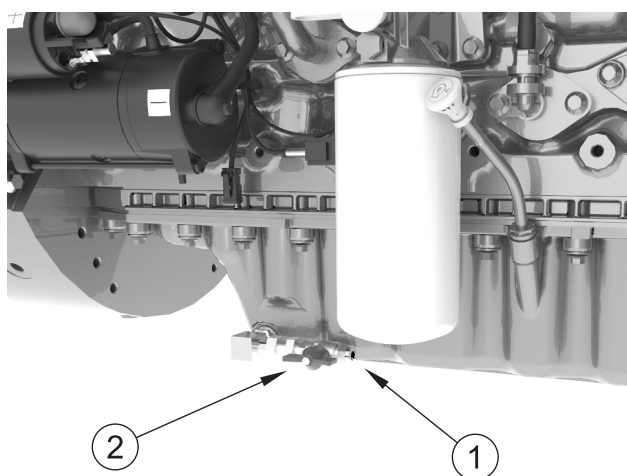

Figura 28
1. Retire el tapón de drenaje (figura 28, elemento 1).